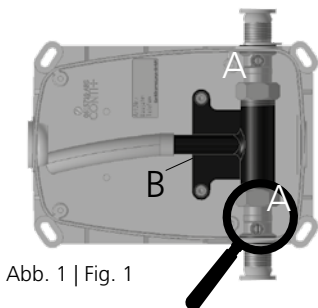

Abb. 1 | Fig. 1
2. Die Vorabsperungen (A) auf die Stellung „geschlossen“ bringen. (siehe Abb. 1)
Set the shut-off valves (A) to the “closed” position. (see Fig. 1)